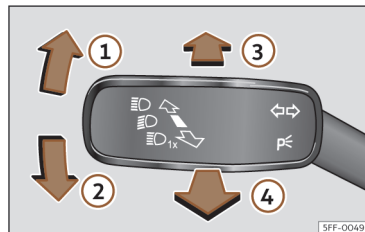

Fig. 80 Levier des clignotants et des feux de route (selon les versions).
- À partir de la position de base, poussez vers l'avant le levier des clignotants et de feux de route >>> fig. 80 ③.
- **OU** : avec l'assistant des feux de route activé, tirez vers l'arrière le levier des clignotants et des feux de route >>> fig. 80 ④.